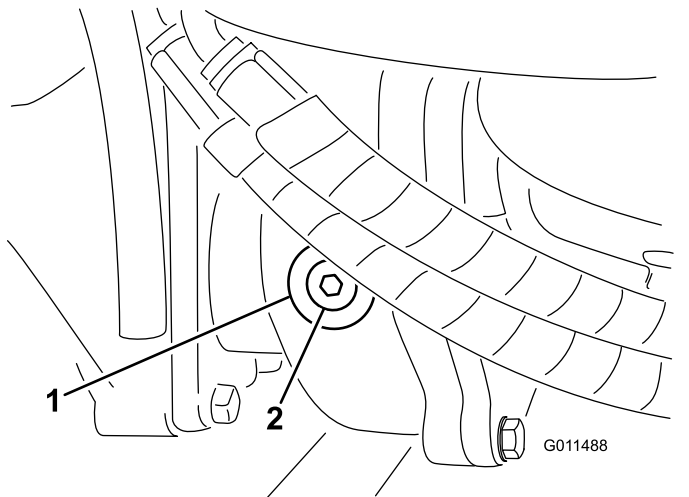

Figura 74
- Togliete il tappo di controllo/riempimento dal lato sinistro del riduttore e verificate che il lubrificante raggiunge la base del foro (Figura 74).